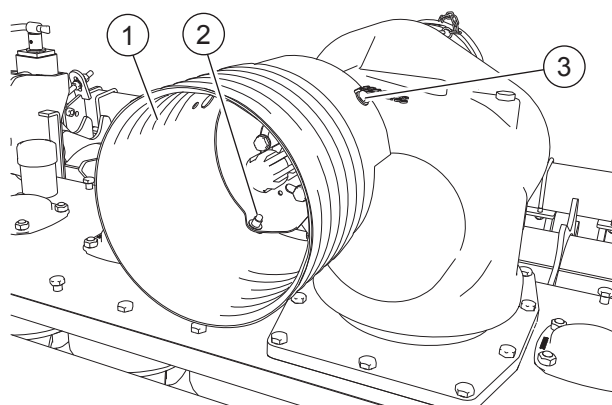

FIG. 14
- Posizionare la protezione (1, "Fig. 14"). Avvitare le viti (2). Avvitare il bullone (3).